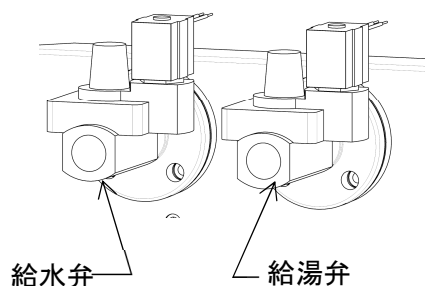

図 8-17
- ・ ケーシング内への給水や給湯をコントロールする弁です。(図 8-17)